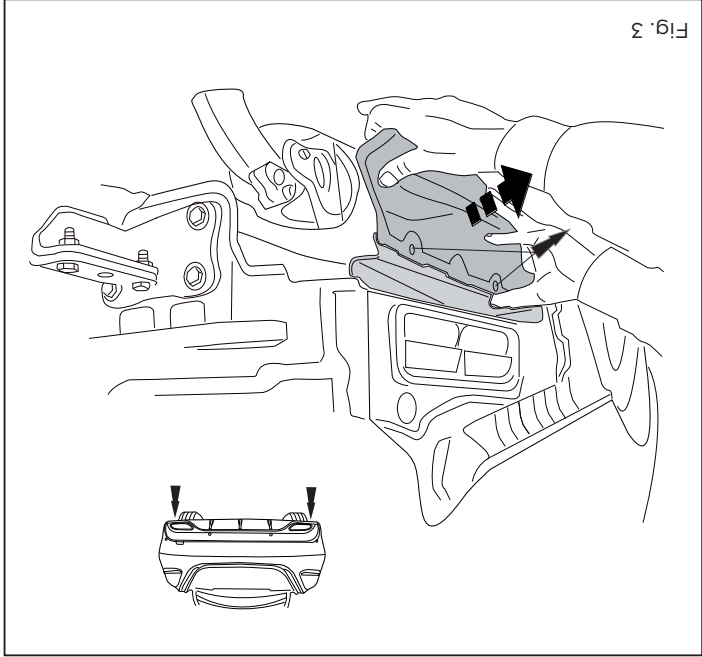

Fig. 3
3. Links und rechts das Hitzeschild abmontieren. Siehe Abbildung 3.